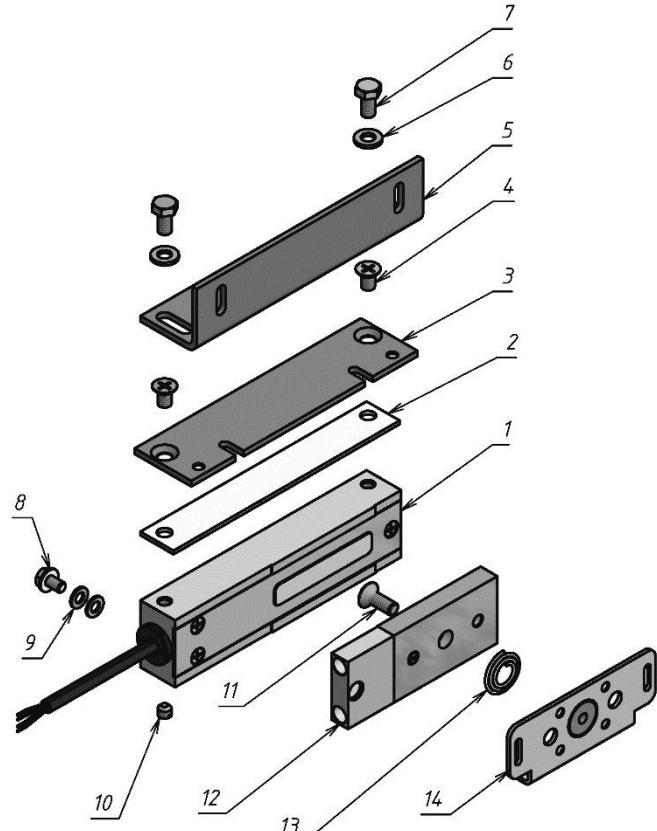
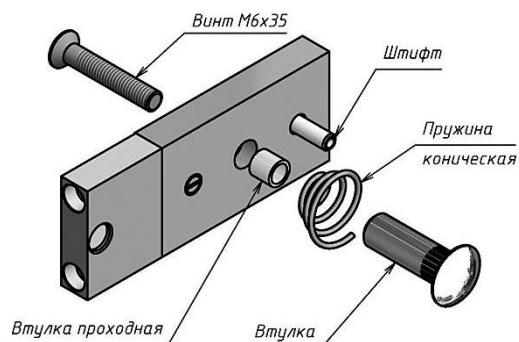

Рисунок 1 – Комплект поставки
Рисунок 2 - Комплект крепления якоря
4.1 В комплект поставки замка входят (рисунок 1):
- корпус (1)	1 шт.
- планка (2)	1 шт
- пластина монтажная (3)	1 шт.
- винт M6x10 потайн. (4)	2 шт.
- угольник (5)	1 шт.
- шайба 6 (6)	2 шт.
- болт M6x12 (7)	2 шт.
- винт заземления M5x8 (8)	1шт.
- шайба 5 (латунь) (9)	2 шт.
- винт M6x6 уст. (нерж.) (10)	2 шт.
- винт M6x16 (потайн.) под ключ S4 (11)	1 шт.
- якорь (12)	1 шт.
- пружина коническая (13) (из комплекта крепления якоря)	1 шт.
- пластина крепления якоря (14)	1 шт.
- комплект крепления якоря (рисунок 2)	1 шт.
Замок состоит из корпусной части и якорной части (рисунок 1). Для обеспечения эксплуатационных характеристик рабочие поверхности корпуса и якоря должны быть совмещены и плотно прилегать друг к другу при закрывании двери.
Корпус замка может крепиться при помощи угольника (5) или через монтажную пластину (3) (рисунок 1). Если позволяет конструкция места монтажа, допускается крепление непосредственно через крепежные отверстия в корпусе замка (резьба M6), длина винтов в этом случае определяется по месту, при этом в тело корпуса винты должны входить не более чем на 8мм.
- с помощью комплекта крепления якоря с отверстиями в двери для винта крепления якоря и фиксирующего штифта (рисунок 2);
- без отверстий в двери, с помощью монтажной пластины крепления якоря (12) (рисунок 1).